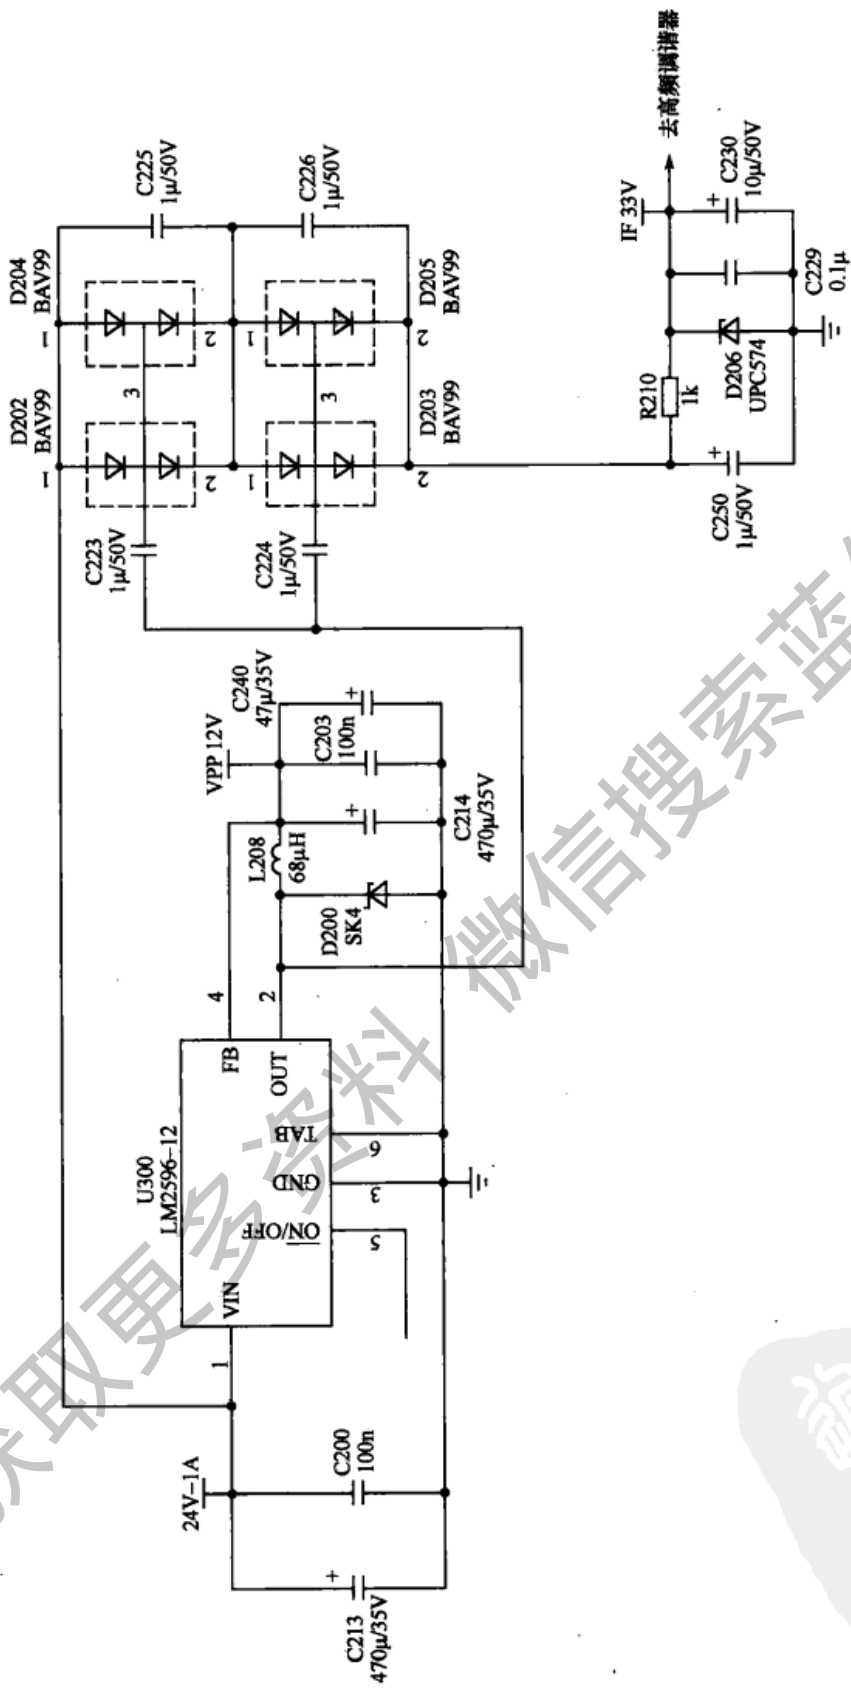
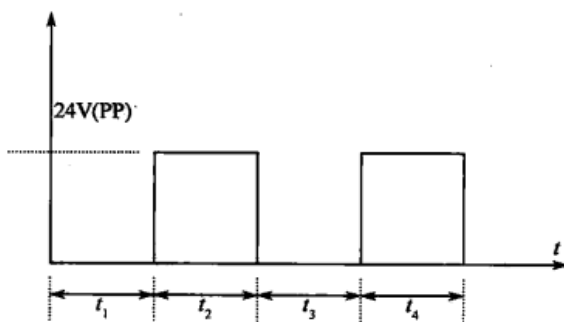

图4-6 倍压整流电路
图 4-7 U300 的 2 脚输出的方波脉冲
(4)U602的9脚为33V调谐电压输入。普通电视采用0V~32V可变的电压进入高频调谐器实现调谐,本机该脚输入固定的32V电压,该电压由倍压整流电路提供,倍压整流电路如图4-6所示。
图4-6中,D202、D204、D203、D205、C223、C224、C225、C226、U300共同组成倍压整流电路,该电路将24V电压进行2倍压整流得到近48V电压,经R210降压、D206稳压后为高频调谐器U602提供32V调谐电压。若倍压整流电路或降压、稳压电路出现故障,导致33V调谐电压降低或丢失,电视机将出现搜台少或完全无图像现象。
图4-6中D202、D204、D203、D205均是由两只二极管串联所构成的组合器件,其中1脚为组合二极管的正端,2脚为组合二极管的负端,3脚接在两二极管的串联点上,U300为12V PWM稳压集成电路,其中2脚不仅输出稳定的12V直流电压,还输出频率为150kHz左右的方波脉冲电压,脉冲幅度为24V左右,波形如图4-7所示。
**提示与引导** 倍压原理:如图4-7所示,因U300的2脚输出的方波脉冲电压脉冲幅度为24V,在 t_1 时间段,U300的2脚输出的脉冲电压为0V,24V-1电压经过D202//D204的1~3脚对C223充电,使C223上充得左0V右24V的电压;